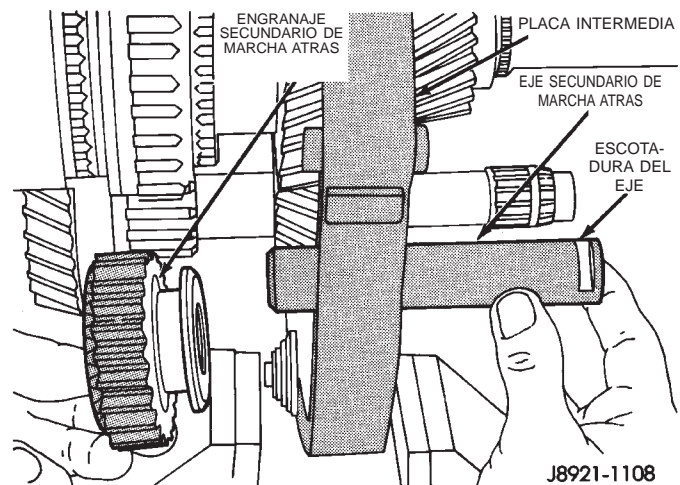
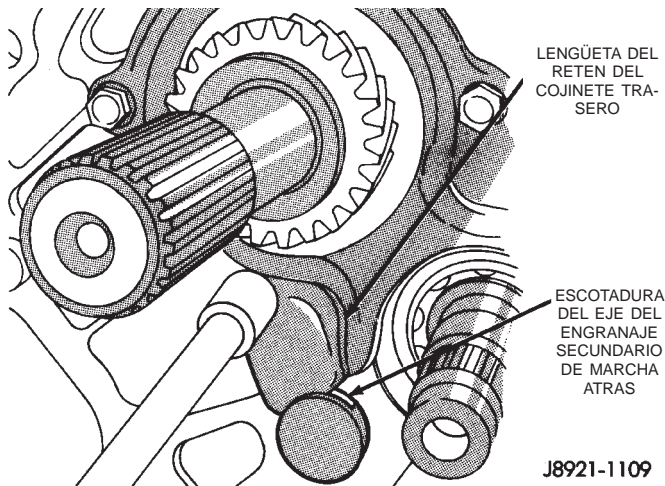
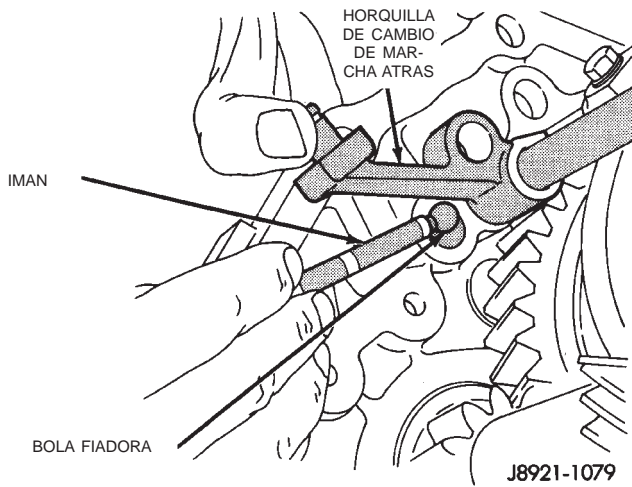

Fig. 92 Instalación del engranaje y eje secundario de marcha atrás
Fig. 93 Instalación del retén del cojinete trasero del eje transmisor
Fig. 94 Instalación de la bola fiadora de la corredera de cambios del engranaje de quinta velocidad
(21) Instale la bola fiadora de la corredera de cambios del engranaje de quinta velocidad en la placa intermedia (Fig. 94).
(22) Instale la corredera de cambios del engranaje de quinta velocidad en la placa intermedia.
(23) Instale el engranaje secundario y el eje del engranaje secundario de marcha atrás (Fig. 92). Verifique que la escotadura del árbol intermediario quede hacia la parte posterior de la transmisión.
(24) Emplace el retén del cojinete trasero del eje transmisor en la placa intermedia y la escotadura del árbol intermediario de marcha atrás.
(25) Instale pernos nuevos para fijar el retenedor a la placa intermedia (Fig. 93).